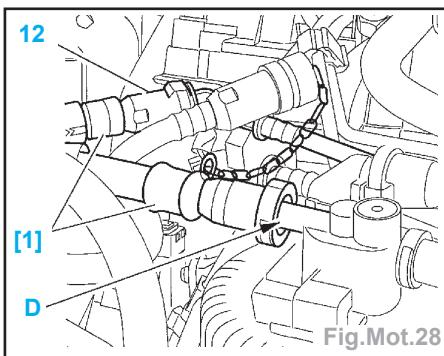

Fig.Mot.28
- Déposer les obturateurs du couvercle (7).
- Accoupler les raccords (3) et (4).
- Relier le raccord femelle (diamètre 10 mm) de l'outil [1] (outil [1] : raccord pour purge du filtre à carburant, ref : 1604-B/C) en lieu et place du raccord (2) , en (D) (Fig. Mot.28).